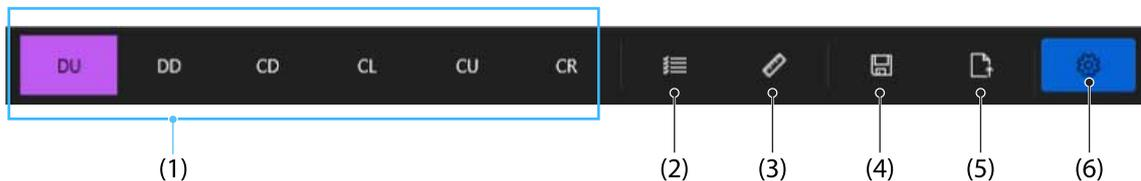

FIG. 6-3 - Accuracy Motion (Barre de contrôle)
La **Barre de contrôle** (voir FIG. 6-3) vous permet d'effectuer une mesure simple en sélectionnant une position.
Une mesure ne peut être effectuée sans paramètres. Lorsqu'un appareil est connecté, un ensemble de paramètres par défaut, définis dans l'onglet Paramètres, sera utilisé. Si aucun paramètre par défaut n'est défini dans l'onglet paramètres, l'application utilisera les paramètres "intégrés" à la place. Vous pouvez visualiser ces paramètres en cliquant sur le bouton **Paramètres de l'appareil** (6) situé dans la **Barre de contrôle** (voir FIG. 6-3).
Le bouton de **Sauvegarde de la mesure** (4) de la **Barre de contrôle** (voir FIG. 6-3) vous permet de sauvegarder la mesure qui vient d'être effectuée.